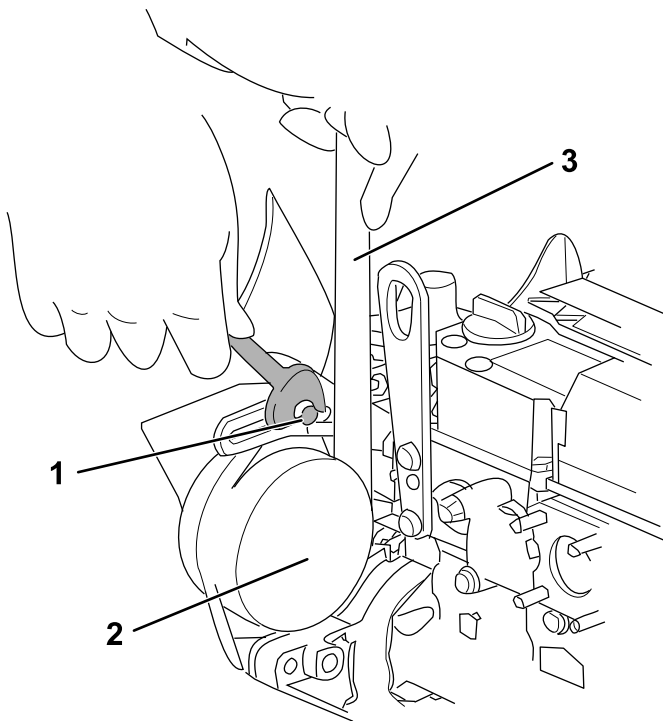

Bild 89
3. Lösen Sie die Einstellschrauben und -muttern und verschieben Sie dann die Riemenscheibe mit einem Schraubenschlüssel, um den Riemen auf die richtige Spannung zu bringen (Bild 89).
4. Ziehen Sie die Einstellschrauben und -muttern fest (Bild 89).